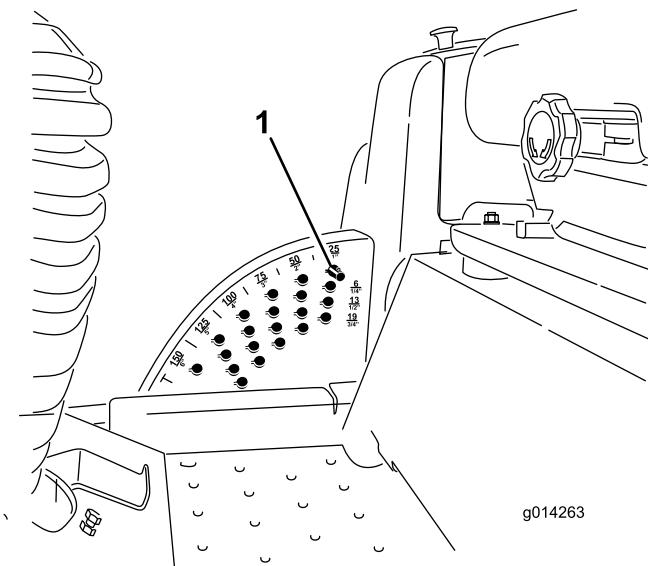

図 6
1. エンジンを始動し、デッキの昇降スイッチの後部を押してデッキを一番高い位置まで上昇させたらすぐにスイッチから手を離す図 6。
2. ストップピンについているロールピンを回してピンと刈高設定穴のスロットとが整列したところでピンを抜き取る(図 6)。
3. 刈高ブラケットについている穴から、希望する刈高に対応する穴を見つけ、その穴にピンを通し、ピンを回してロックする(図 6)。
注 刈高設定穴は、扇形の外周に一番近い段から全部で4段列あります(図 6)。外周側の列は、外周部に刻印されている通りの刈高の穴です。2列目の穴は、それぞれ1列目プラス 6 mm の刈り高となります。3列目の穴は、それぞれ1列目プラス 12 mm の刈り高となります。一番下の列の穴は、それぞれ3列目プラス 18 mm の刈り高となります。刈高 152mm だけは例外で、2列目のはずれにあります。この穴にセットすると刈高 158mm となります 6mm アップにはなりません。